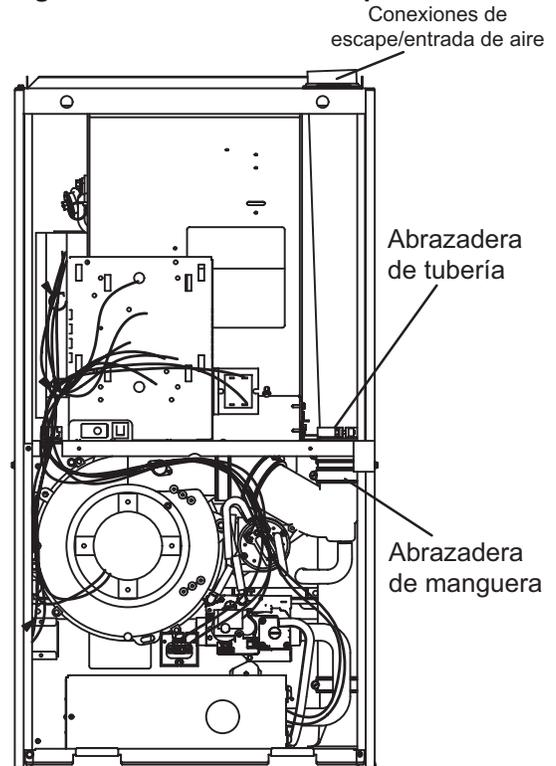
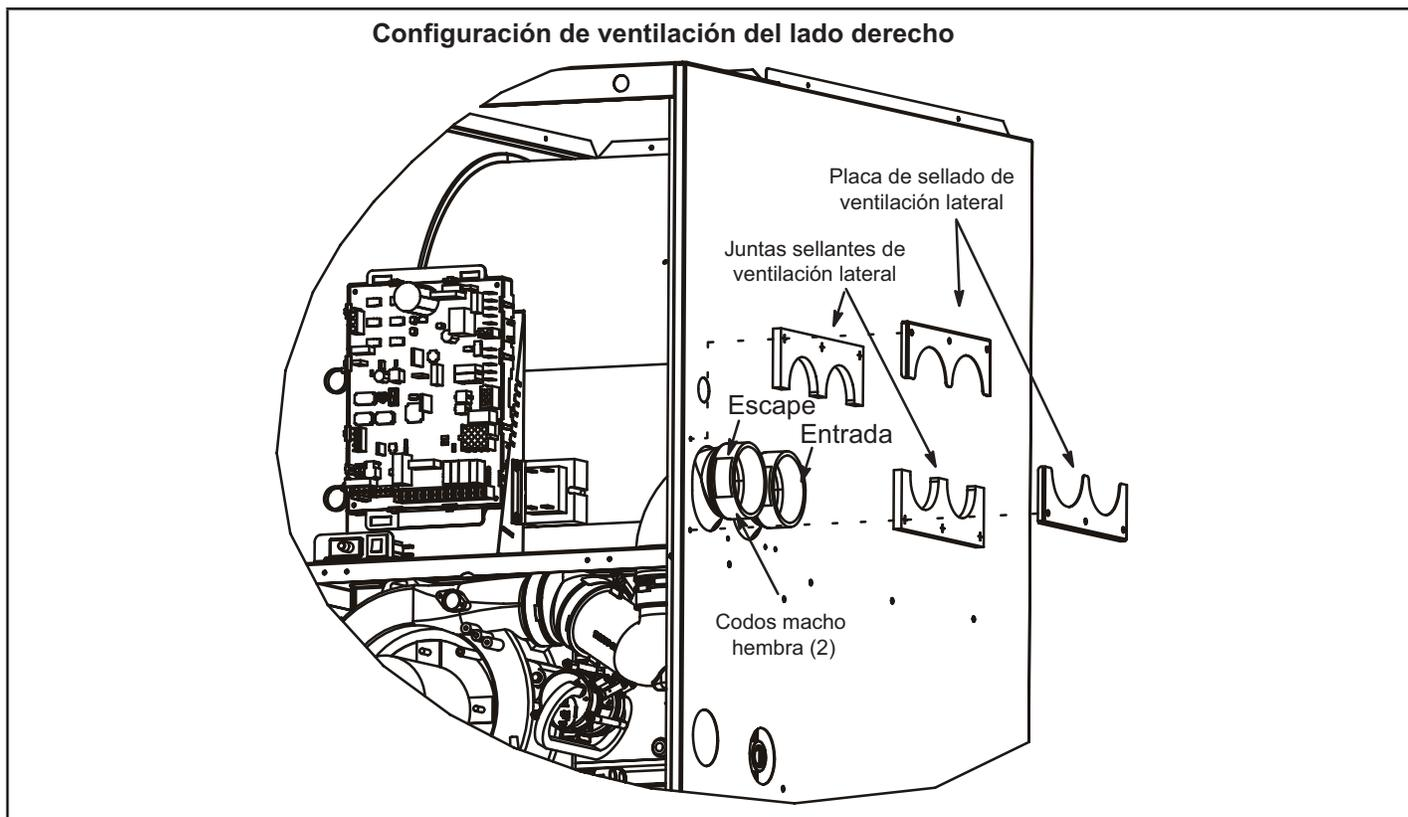

FIGURA 15
FIGURA 17
La unidad SLP99DF se envía con la conexión de escape de ventilación / toma de aire en la tapa superior. Ver FIGURA 15. Usando las partes suministradas, el calefactor se puede modificar en el sitio para tener estas conexiones al lado derecho del gabinete del calefactor. Vea la FIGURA 17 y siga los pasos a continuación. Para la ventilación de lado izquierdo, ordenar el kit 87W73.
- 2 - Afloje las abrazaderas de manguera que sujetan los accesorios de caucho a las tuberías de PVC blanco dentro del área del vestíbulo. Ver FIGURA 15.
- 3 - Afloje la abrazadera que sujeta las tuberías en la cubierta del soplador. Ver FIGURA 15.
- 11 - Desprenda la cubierta protectora posterior de las juntas de sellado de la ventilación lateral (2) y aplíquelas a las placas de sellado de la ventilación lateral (2) como se muestra en la FIGURA 17.
- 12 - Instale las placas y juntas de sellado de la ventilación lateral en el exterior del gabinete como se muestra en la Figura 15. Sujételas con seis tornillos de montaje (cuatro reutilizados y dos de la bolsa). Los agujeros están pretaladrados en las partes y el gabinete, así que no hay que taladrar.